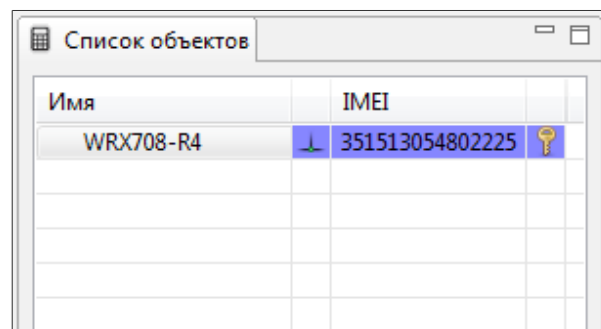

Рис. 17. Список подключенных терминалов.
При удалённом подключении по служебному каналу в правой части основного окна программы отобразится список подключенных устройств и их IMEI идентификаторы. Для каждого устройства в списке объектов можно задать свой пароль доступа, нажав кнопку с изображением «ключа» в строке устройства (Рис. 17).
После установки соединения с терминалом, устройство отобразится в окне «Список объектов» (Рис. 17). При работе по второму и третьему варианту подключения
7. В окне «Список объектов» выберите нужное устройство для подключения к служебному серверу (Рис. 17).